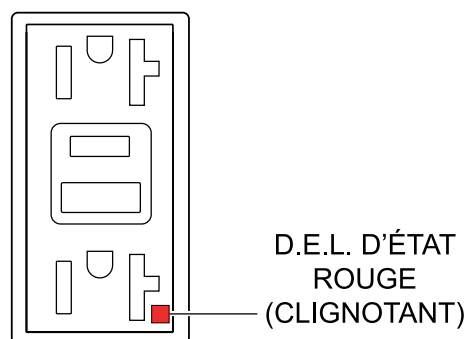

**Figure 78. Réceptacle GFCI (D.E.L. rouge clignotante)**
6. Si la D.E.L. d'état (Figure 78) **clignote (ROUGE)**, n'utilisez **PAS** le réceptacle GFCI. Remplacez-le immédiatement.